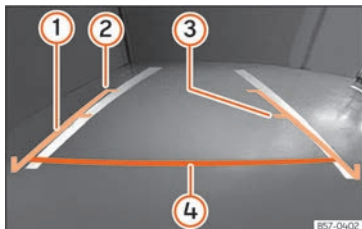

Abb. 211 Anzeige auf dem Bildschirm des Infotainment-Systems: Orientierungslinien.
- Die Beladung des Fahrzeugs verändert die Darstellung der Orientierungslinien »» Abb. 211. Die von ihnen dargestellte Breite verringert sich bei zunehmender Beladung. Achten Sie auf die Umgebung des Fahrzeugs, wenn der Innenraum oder der Gepäckraum beladen sind.
» **Abb. 211**